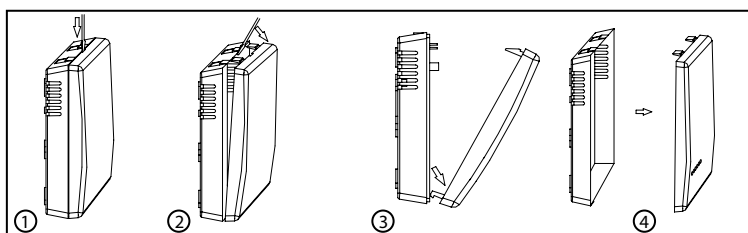

Рис. 3.
- Закрийте кришку, як показано на рис. 3.